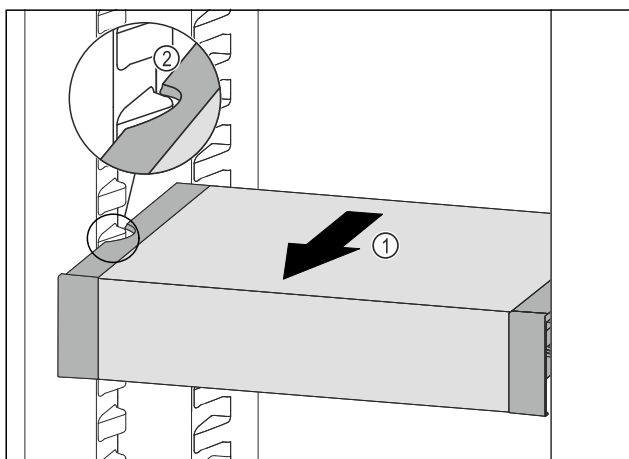

Fig. 138
- ▶ Tõmmake VarioSafe'i ettepoole Fig. 138 (1), kuni VarioSafe'i külgmised väljalõiked asuvad jahutusosas anuma ribi kõrgusel. Fig. 138 (2)